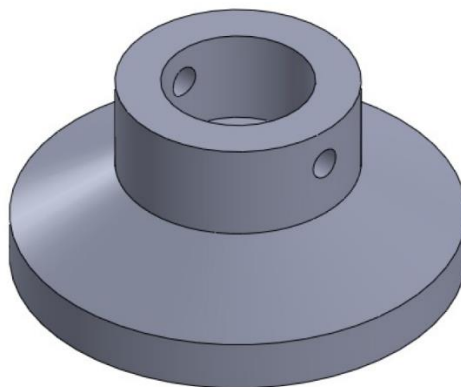

Рисунок 5.28 – Модель після створення вирізу
- б) Створіть виріз (рис. 5.28).